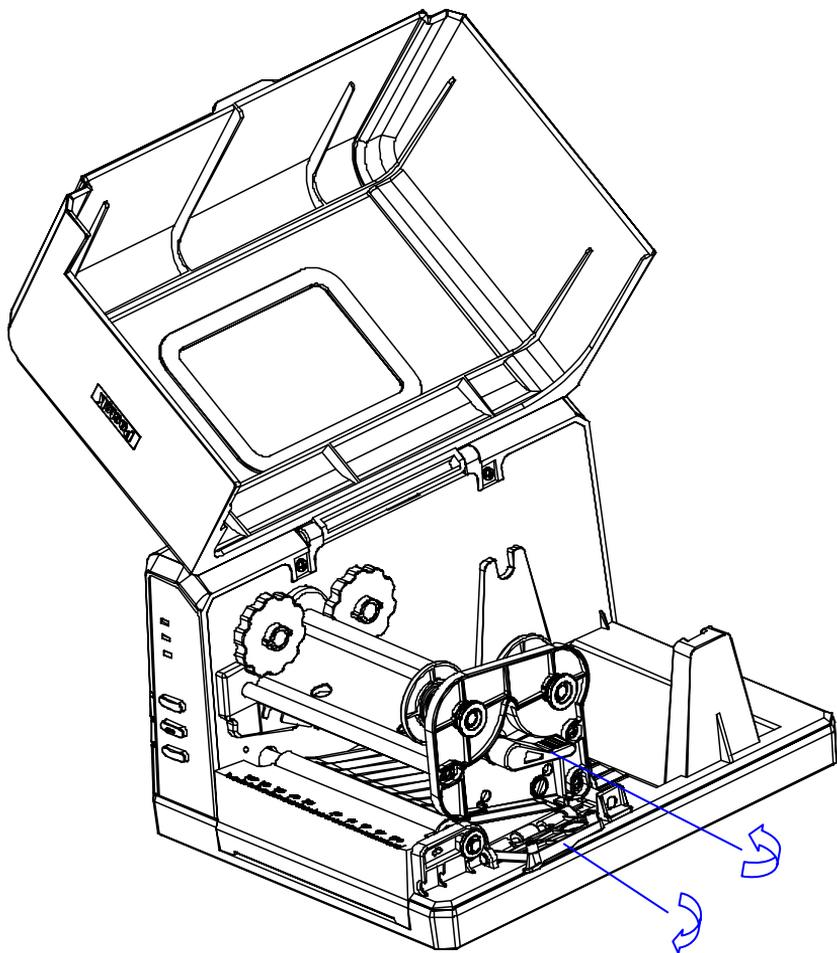

图 5-1
1. 打开打印机右盖，向 OPEN 方向旋开手柄，掀开打印头模组扣板(图 5-1)；